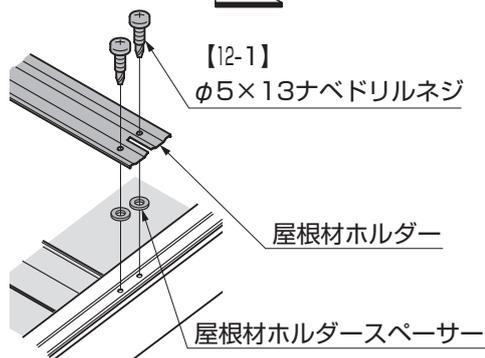
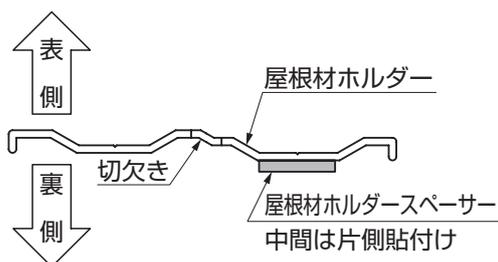

図5-7 A部詳細図
図5-8 屋根材ホルダー断面図
- 取付け前に屋根材ホルダー下面に屋根材ホルダースパースーを貼付けてください。(端部：図5-7、中間：図5-8参照)
- ① 縦樋を切断してください。(表6-1参照)
- ② 後枠両端の片方の水抜き穴にアタッチメントパッキン、雨樋アタッチメント、ドレンエルボ、縦樋、92° エルボ、でんでんを接着剤と【1-4】、【1-5】で取付けてください。
- ③ もう一方の水抜き穴に、アタッチメントパッキン、雨樋穴ふさぎキャップを【1-4】で取付けてください。
- ④ ネジ部にシーリング材を充てんしてください。(※1)